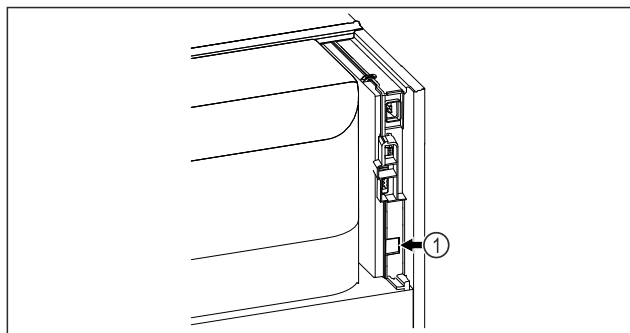

Fig. 128
- Se utiliza SmartModule Fig. 128 (1).